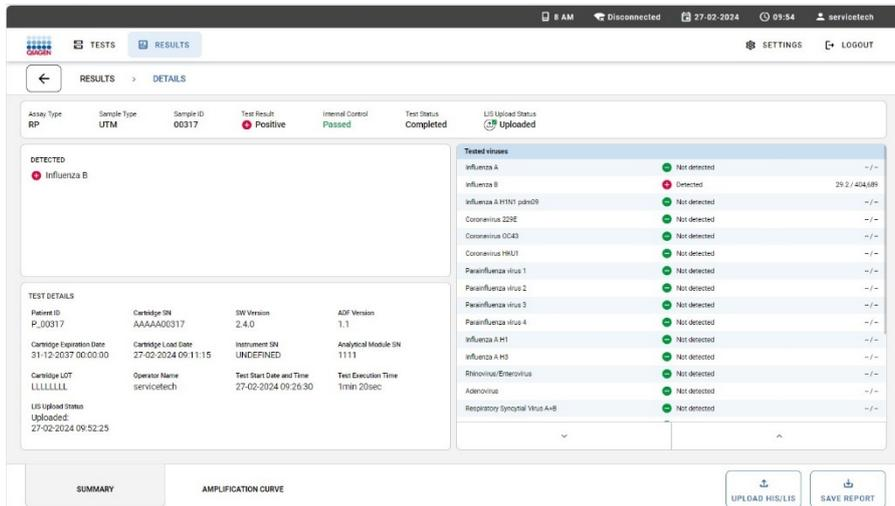

Figura 77. Stato di caricamento HIS/LIS durante la visualizzazione del risultato di un test.
3. Lo stato di caricamento viene visualizzato nella parte superiore della schermata e nella sezione **TEST DETAILS** (Dettagli del test). **TEST DETAILS** (Dettagli del test) contengono anche informazioni aggiuntive, come la data di caricamento e gli eventuali errori verificatisi durante il caricamento (Figura 77).